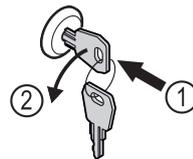

Fig. 176
- ▶ Schlüssel hineindrücken. Fig. 176 (1)
- ▶ Schlüssel um 90° gegen den Uhrzeigersinn drehen. Fig. 176 (2)